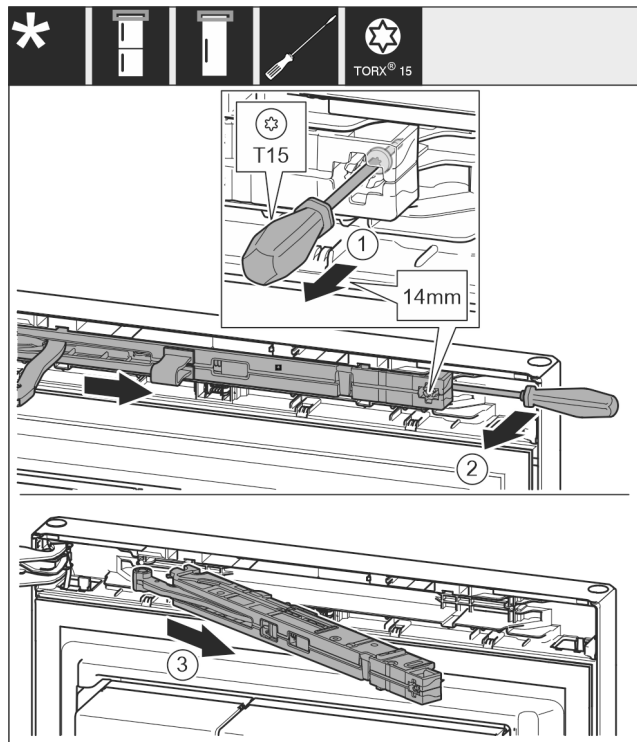

Fig. 10
- ▶ Ослабьте винт на узле амортизатора с помощью отвертки T15 примерно на 14 мм. Fig. 10 (1)
- ▶ При помощи отвертки со стороны ручки переместите за узел амортизатора и поверните узел вперед. Fig. 10 (2)
- ▶ Извлеките узел амортизатора. Fig. 10 (3)